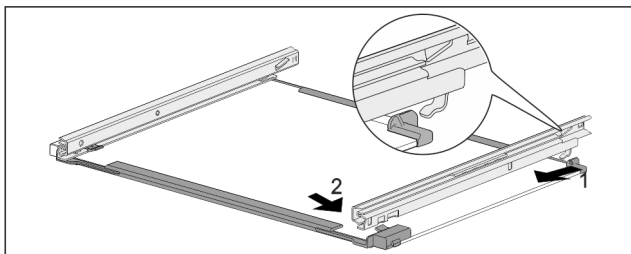

Fig. 242 Staklena ploča s vodilicama
- Zakvačite vodilicu sa stražnje strane. Fig. 242 (1)
- Uglavite vodilicu s prednje strane. Fig. 242 (2)